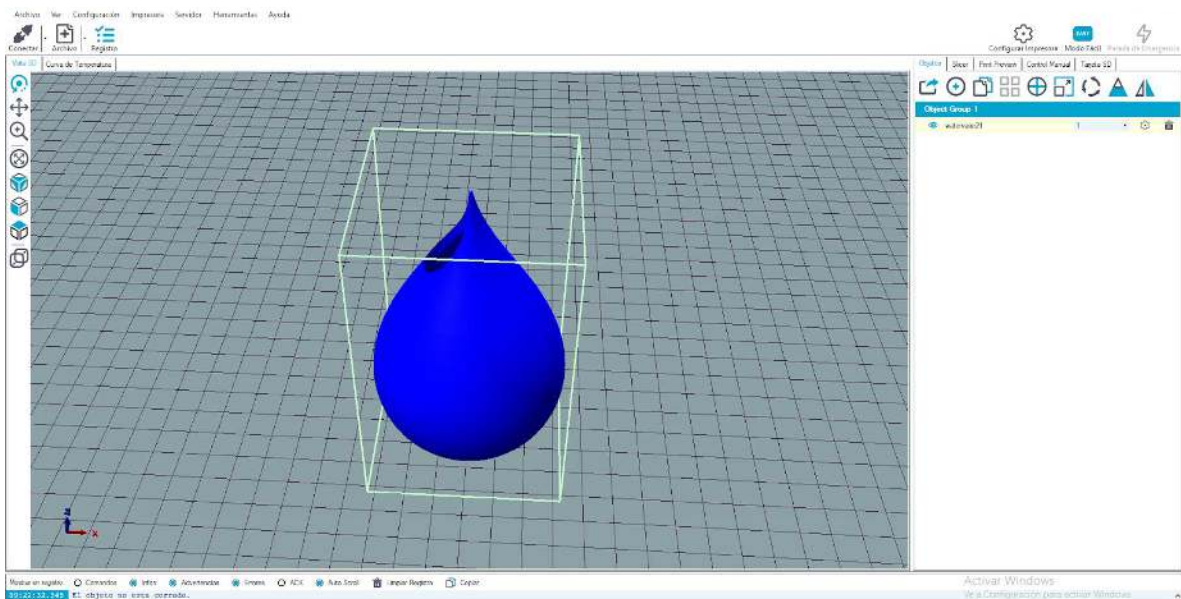

Figura 28. Modelo en pestaña objeto.
2. Descargamos aquí nuestro modelo y luego lo abrimos en el software, ya sea arrastrándolo o usando la opción “añadir objeto” en la pestaña “Objetos” (Ver figura 28), y cuando esté cargado pasamos a la pestaña Slic3r.